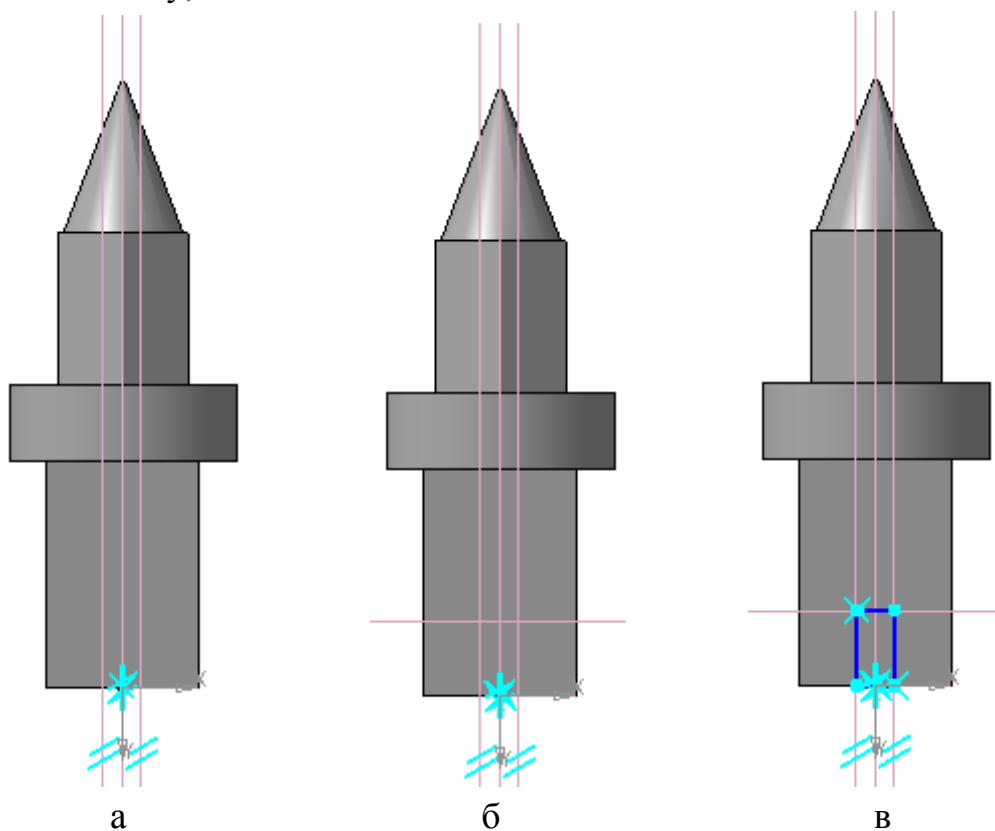

Рис. 5
- укажите вспомогательную прямую и разведите параллельные на 5 мм. Подтвердите обе прямые (рис. 5, а);
- укажите меньшую сторону прямоугольника и разведите параллельные прямые на расстояние 20 мм. Подтвердите прямую, расположенную на предмете (рис. 5, б);
- вызовите **Панель расширенных команд** кнопки  – **Многоугольник** и выберите  – **Прямоугольник**. Обведите прямоугольник, получившийся на месте пересечения параллельных прямых (рис. 5, в);